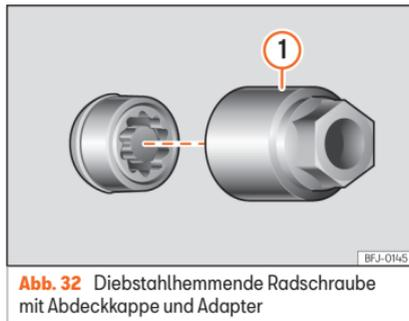

Abb. 32 Diebstahlhemmende Radschraube mit Abdeckkappe und Adapter
- Schieben Sie den Spezialadapter » **Abb. 32** ① [Bordwerkzeug » **Seite 38**] bis zum Anschlag in die diebstahlhemmende Radschraube.